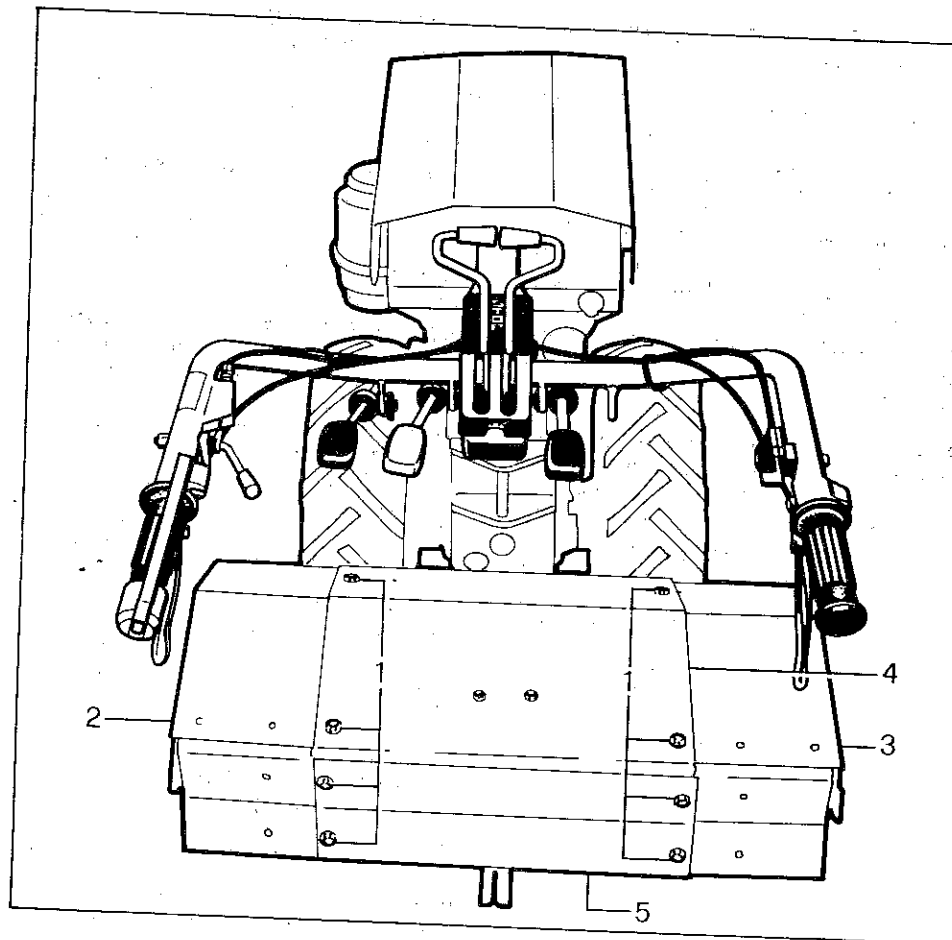

Fig. 23 - Bild 23
Adjustment procedure: remove screws (see figure 23, item 1) which hold the two side hoods (2) and (3) to the central part (4). Bring extension to the value desired and secure the side hoods again by screws (1) using the holes close to the welded nuts inside the hood. Just do the same as described to adjust lining-up (5).
La variation aux binettes effectuée, il y aura lieu d'arranger en conséquence la largeur du capot. La fraise est dotée d'un capot réglable pouvant être placé en largeurs différentes pour s'adapter à la largeur de travail des binettes. Pour obtenir le réglage, enlever les vis (fig. 23, rep. 1) fixant les deux capots latéraux (2) et (3) à la partie centrale (4), amener la largeur à la valeur voulue et re-fixer les capots latéraux au moyen des vis (1) en se servant des trous à proximité des écrous soudés à l'intérieur du capot. Procéder comme indique pour arranger l'égaliseur (5).
Die Fräse ist mit einer einstellbaren Haube versehen, welche auf verschiedenen Breiten zur Anpassung an die Arbeitsbreite der Hacken angeordnet werden kann. Zur Durchführung der Einstellung die Schrauben (Bild 23, Detail 1) zur Befestigung der beiden Seitenhauben (2 u. 3) von dem Mittelteil der Haube (4) entfernen, die Breite auf das gewünschte Mass einstellen und die Seitenhauben durch die Schrauben (1) wieder befestigen. Dazu sind die Löcher zu verwenden, die sich im Bereich der im Inneren der Haube angeschweissten Muttern befinden. Zur Einstellung des Ausgleichers (5) in gleicher Weise verfahren.